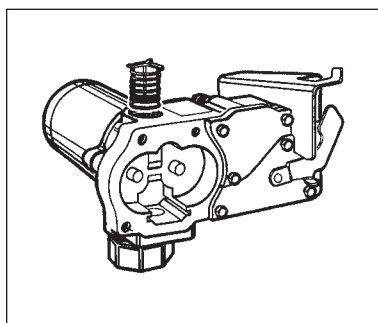

Figura 11
- c. Desde el interior de la caja, utilice un destornillador pequeño para empujar el asiento y la primavera a través del puerto de salida superior. (Figura 11)